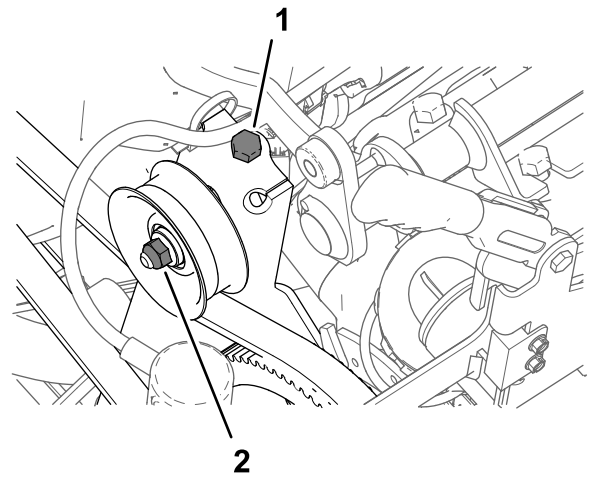

Bild 180
1. Lockern Sie die Mutter für die Spannscheibenwelle (Bild 180).